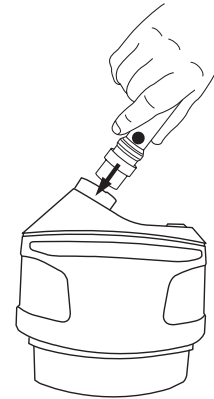

Fig. 13a
- Insérer le débitmètre TR-970 dans la sortie d'air du souffleur à moteur TR-300. Si le tuyau de respiration est installé, le retirer pour permettre l'insertion du débitmètre (Fig. 13a).